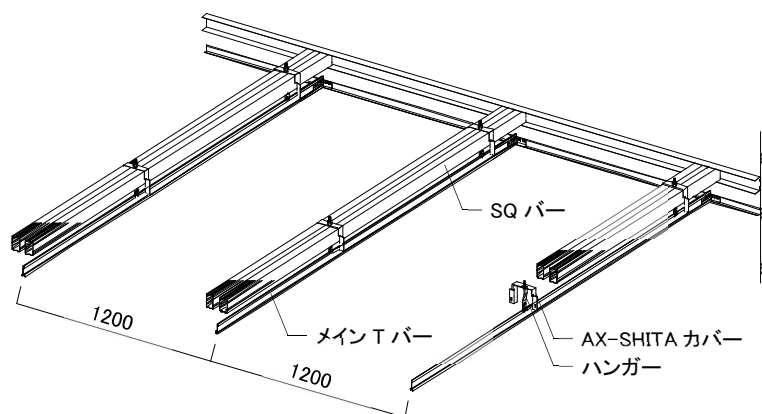

図2-6-1 メインTバーの設置
- ① メイン T バーは SQ バーと平行に 1200mm ピッチで設置する。(図 2-6-1 参照)